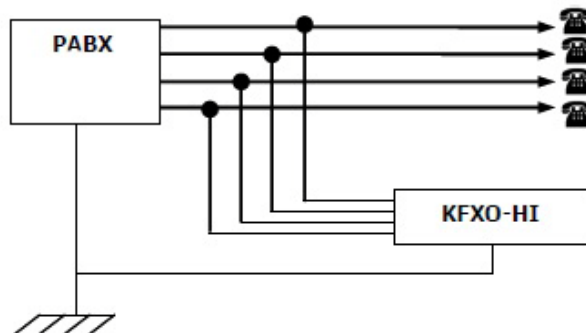

Figura 1.5 – Arquitetura de conexão das linhas/ramais em paralelo.
**Conexão:** As placas KFXO-HI são conectadas em paralelo às linhas analógicas/ramais. A figura 1.5 mostra como deve ser feita a conexão da placa KFXO-HI.